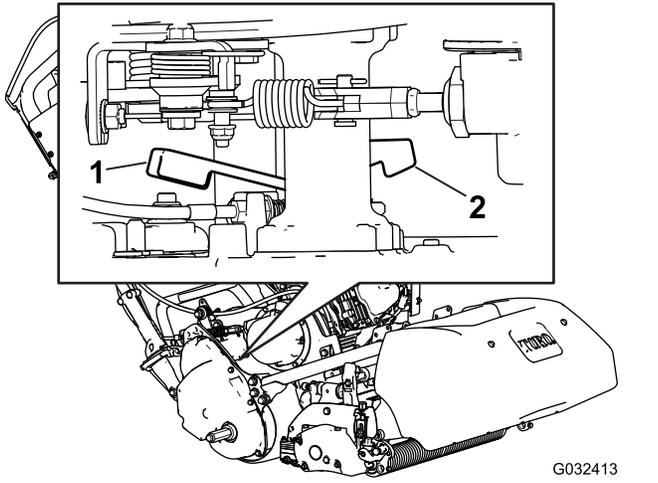

图30
1. 在机器的右后角，找到靠近驱动装置壳体轮鼓的牵引接合/分离控制杆（图30）。